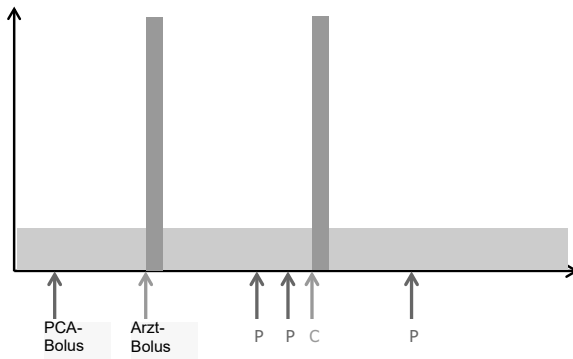

Abbildung 4.2: Infusion mit kontinuierlichem Rate-Modus
- Kontinuierliche Rate, siehe Abbildung 4.2, Seite 26